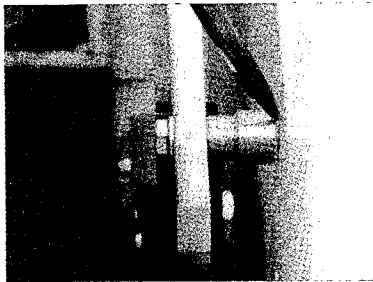

Fig. 21
- Appoggiare al pignone un elemento di cremagliera in corrispondenza del 1° distanziale e segnare la posizione (fig. 21).